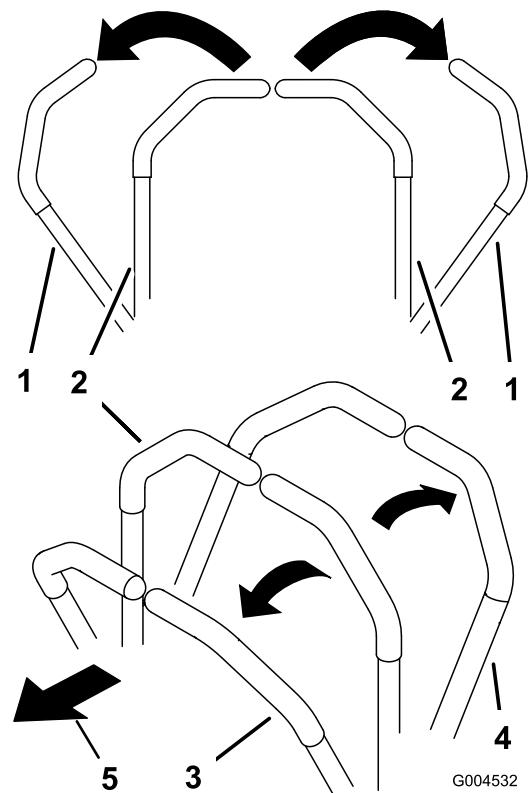

Figure 14
2. Pour vous déplacer en marche avant, poussez lentement les leviers de commande de déplacement vers l'avant (Figure 14).